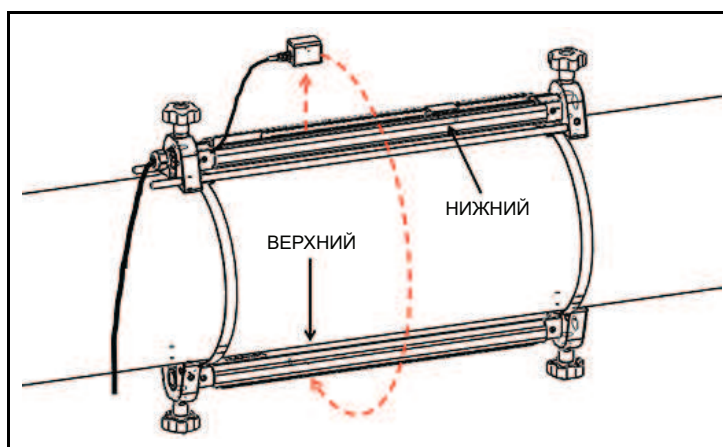

**Рис. 19. Установка без отражения сигнала с двумя креплениями**
3. Установите два монтажных хомута на трубопровод на расстоянии около 30 см (12 дюймов) друг от друга (см. рисунок 19 ниже).